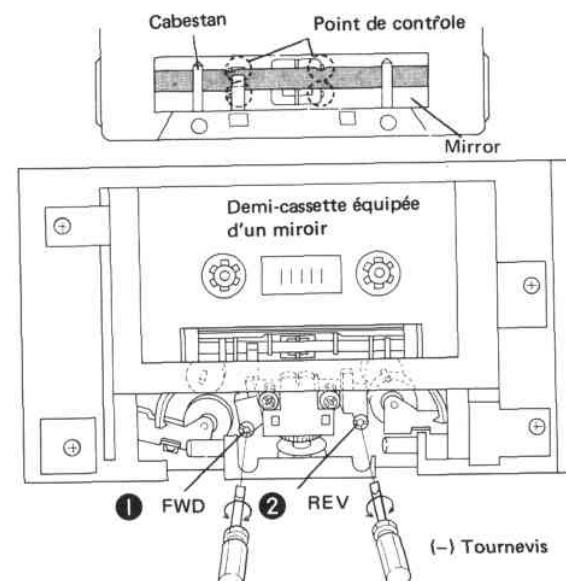

Fig. 12-3 Réglage de l'entraînement de la bande
- Régler l'écrou de réglage ① de manière à ce qu'aucune ondulation ne se produise sur la pièce de guidage de la tête d'enregistrement/lecture (REC/PB) ni sur le guide de la tête d'effacement, comme indiqué à la Fig. 12-3.
- Régler l'écrou de réglage ② de manière à ce qu'aucune ondulation ne se produise sur le guide de la tête d'enregistrement/lecture (REC/PB) ni sur le guide de la tête d'effacement.